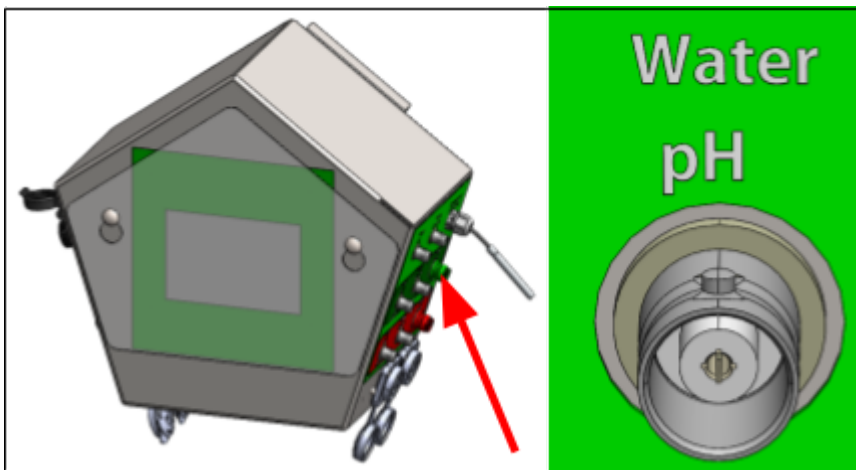

Figure 58.
13. Raccordez le câble de la sonde de pH sur le côté droit du boîtier de commande, sur « Water pH » (voir figure 58).